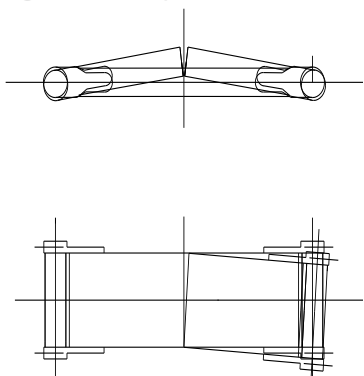

Fig. 5 : alignement de la bande transporteuse
- Alignez les corps de bande l'un par rapport à l'autre (fig. 5)